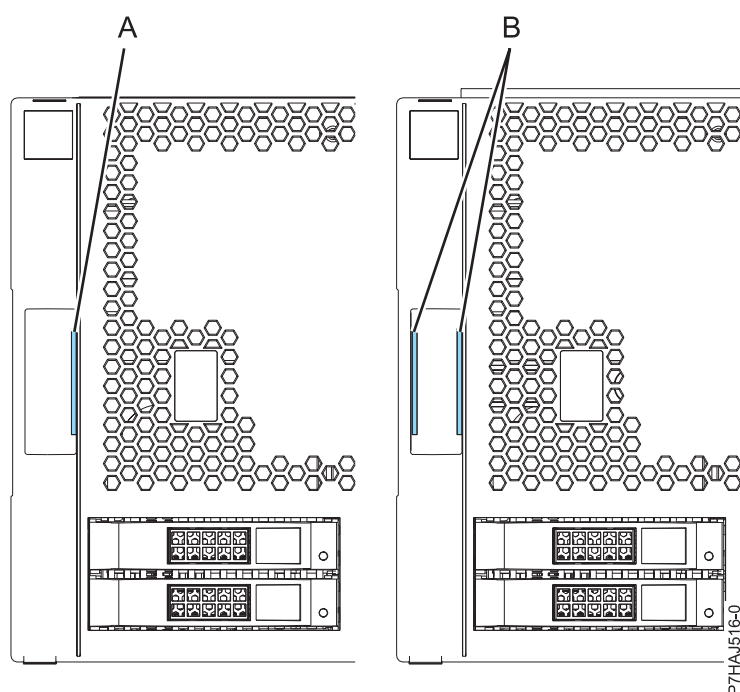

Figure 5. Identification des anciens et des nouveaux capots
Remarque : Les anciens capots (expédiés avant le 1er mars 2011) sont reconnaissables à la bande bleue unique (A) située sur les taquets du capot. Les nouveaux capots (livrés après le 1er mars 2011) possèdent deux bandes bleues (B). Voir la figure 5.